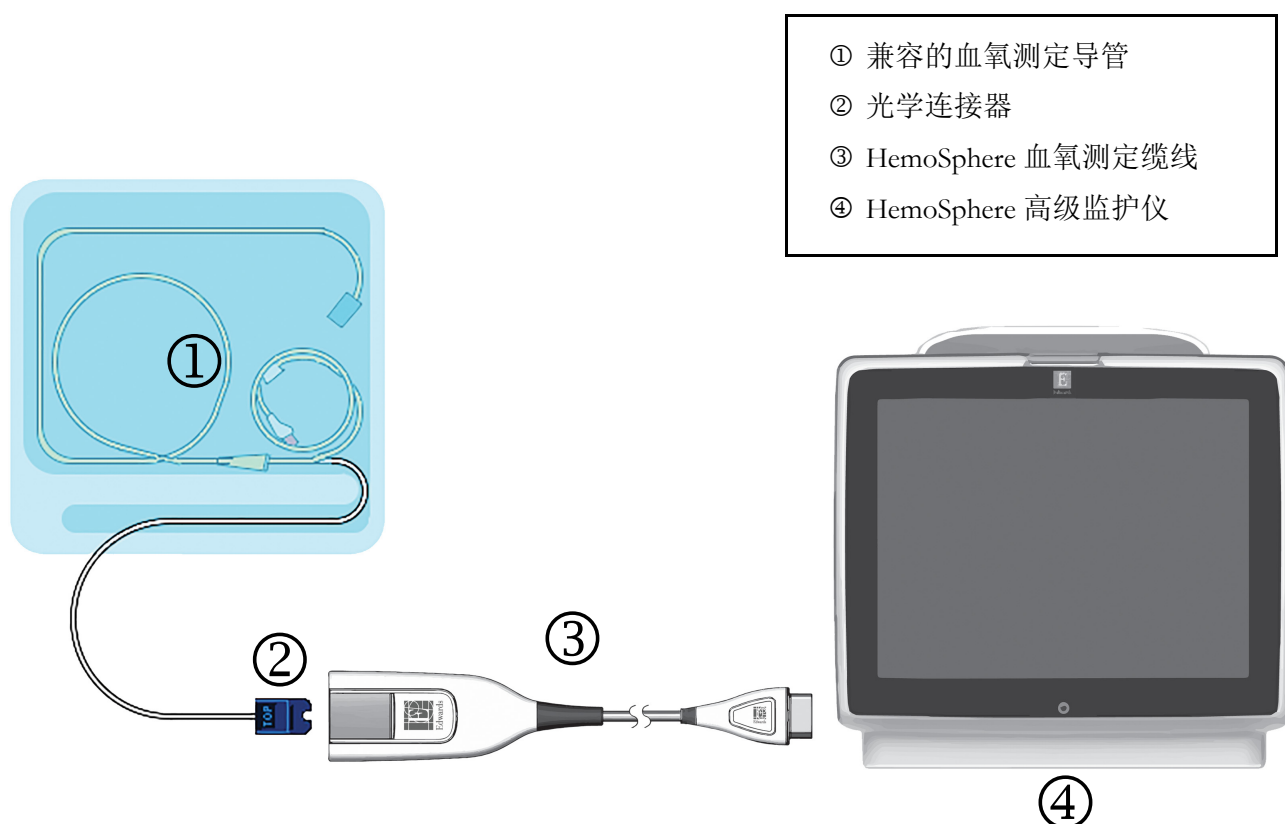

图 4-3 血氧测定连接概览
- 1 将 HemoSphere 血氧测定缆线连接到 HemoSphere 高级监护仪的左侧。请参阅图 4-3。